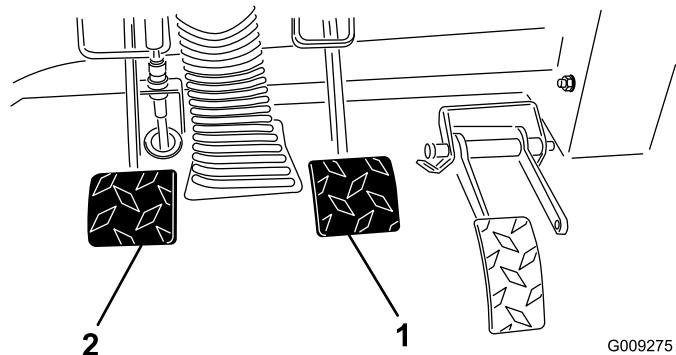

Figure 70
2. Soulevez la pédale de frein (Figure 70) jusqu'à ce qu'elle touche le châssis.
3. Desserrez les écrous de blocage qui fixent la chape à l'arbre du maître-cylindre (Figure 70).